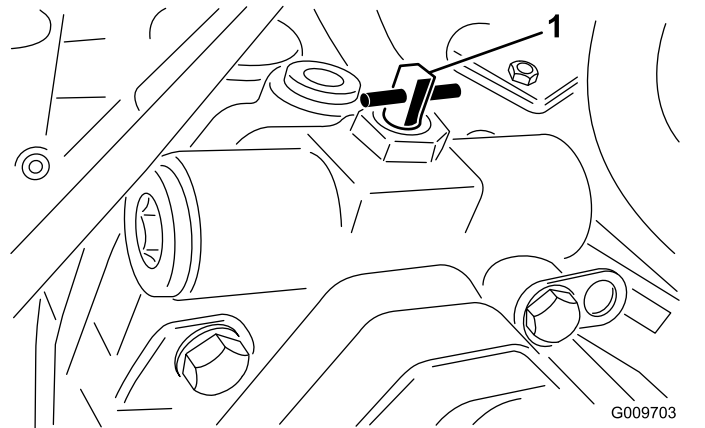

図 44
3. バイパスバルブを右または左に90°回転4分の1回転させるとバルブが開いて内部でバイパスが形成される 図 44。